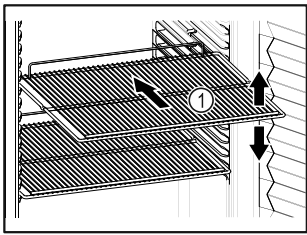

Fig. 73 Примерное изображение
- ❑ Если полки для хранения Fig. 73 (1) можно переставлять, отрегулируйте высоту их установки.